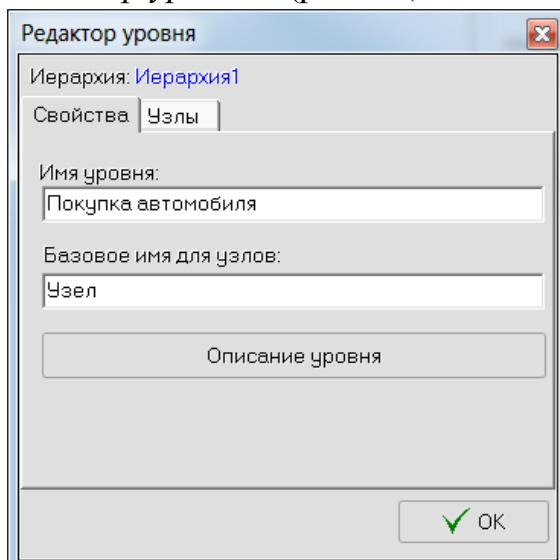

Рис. 15. Окно «Редактор уровня»
8. Появится окно «Редактор уровня» (рис. 15).